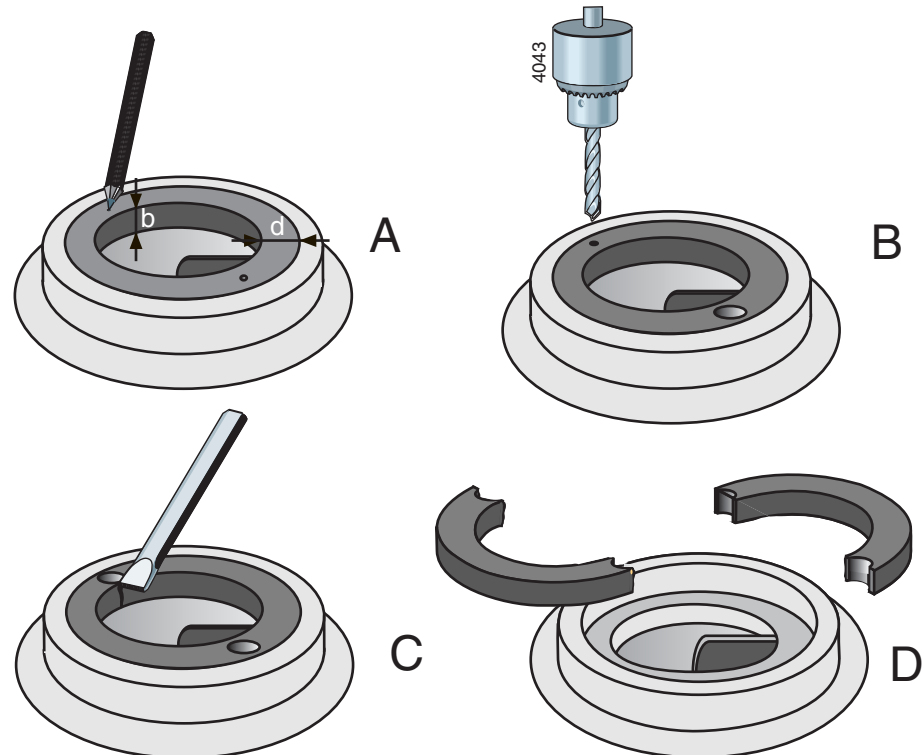

Abbildung 15: Entfernen des Spaltrings.
- 1 Die Dicke (d) und Breite (b) des Ringes messen, siehe Abbildung 15 A.
- 2 An zwei einander gegenüberliegenden Stellen in der Mitte des Rands des Ringes ein kleines Zentrierloch schlagen, siehe Abbildung 15 B.
- 3 Mit einem Bohrer mit einem etwas kleineren Durchmesser als die Dicke (d) des Ringes zwei Löcher in den Ring bohren, siehe Abbildung 15 C. Nicht tiefer ausbohren als die Breite (b) des Ringes. Achten Sie darauf, dass der Passrand des Pumpengehäuses nicht beschädigt wird.
- 4 Danach mit einem Meißel die restliche Ringdicke durchschlagen. Der Ring kann jetzt in zwei Teilen aus dem Pumpengehäuse herausgenommen werden, siehe Abbildung 15 D.